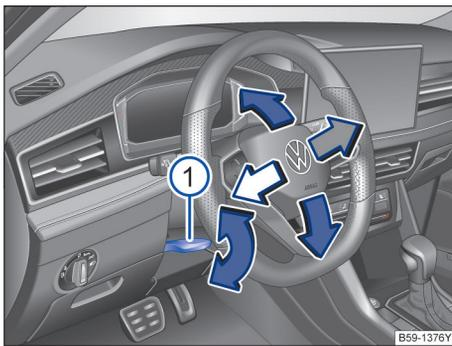

图 71 调节方向盘位置
- 将图示操纵杆→图 71 ① 向下翻转。
- 将操作杆①用力向上推，直到它恢复到锁止位置→▲。